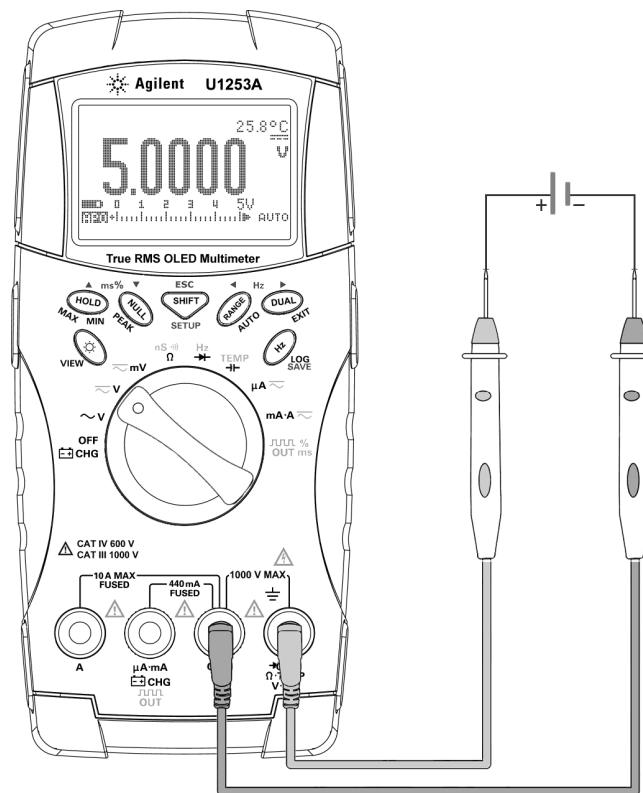

Abbildung 2-2 Messen der DC-Spannung
- 3 Verbinden Sie die roten und schwarzen Testleitungen entsprechend mit den Eingangsanschlüssen **V.mV (rot)** und **COM (schwarz)** (siehe Abbildung 2-2).